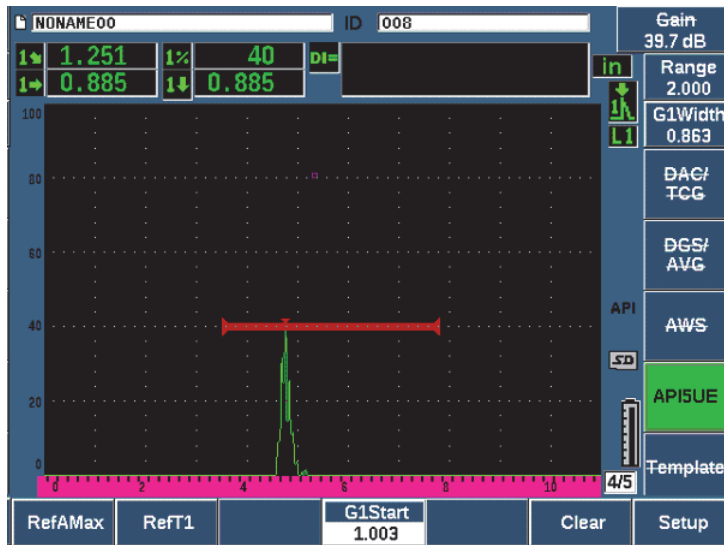

Figura 11-26 Almacenamiento de punto  $T_1$
- Pulse el parámetro **RefT1** (tecla P2) para adquirir la posición de caída a 6 dB del pico en subida y atribuirle el valor  $T_1$  (vea la Figura 11-26 en la página 303).